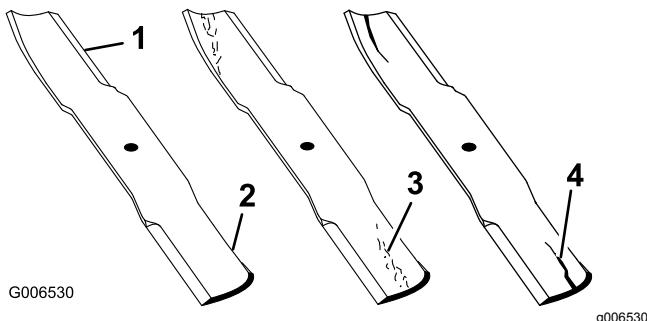

Figure 52
1. Examinez le tranchant des lames (Figure 52).
4. Remplacez immédiatement toute lame fendue, usée ou qui présente une entaille (Figure 52).